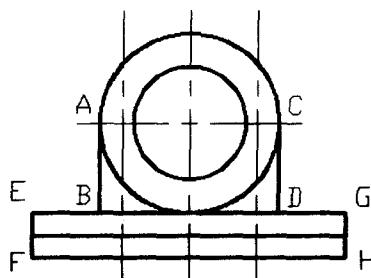

图 1-17 绘制轮廓线
结束命令, 如图 1-17 所示。
(15) 回车重复【直线】命令。使用【对象捕捉】工具条中【捕捉到端点】功能, 捕捉 E 点、F 点绘直线 EF, 捕捉 G 点、H 点绘直线 GH, 如图 1-17 所示。
(16) 单击【修改】工具条中【修剪】命令按钮 。命令行提示: